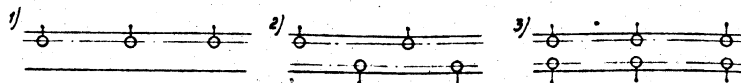

Рис. 1
- 6.6. Расположение светильников на улицах и дорогах должно соответствовать схемам, приведенным на рис. 1